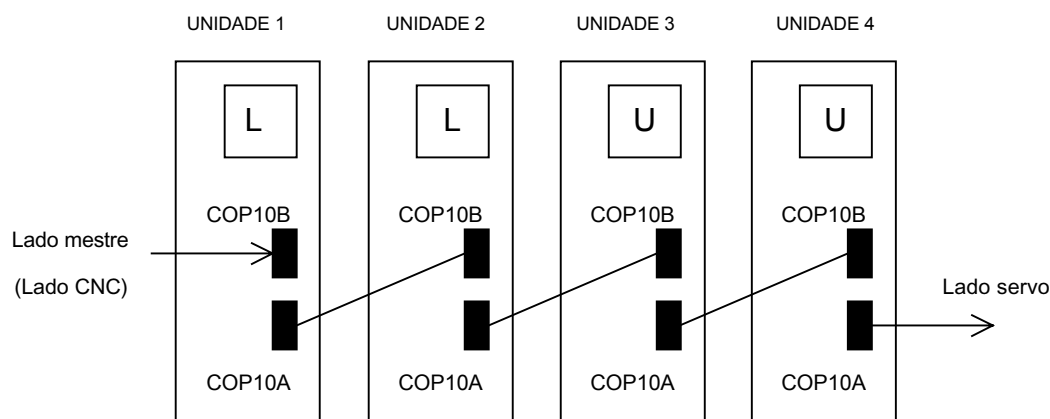

Fig. 3.2.12
- (2) Causa, identificação e solução de problemas
- (a) Substitua o cabo ótico do SVM (COP10B) que está mais próximo do CNC, no qual pode-se visualizar "U" (na Fig. 3.2.12, o cabo entre a UNIDADE 2 e a UNIDADE 3).
- (b) Substitua o SVM que está mais próximo do CNC no qual "U" é exibido (na Fig. 3.2.12, UNIDADE 3).
- (c) Substitua o SVM do COP10B que está mais próximo do CNC no qual "U" é exibido (na Fig. 3.2.12, UNIDADE 2)